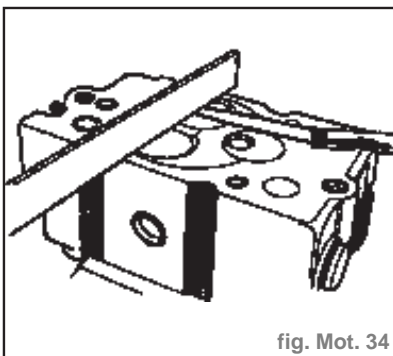

fig. Mot. 34
- Utiliser une règle de précision et une jauge d'épaisseur, pour vérifier l'abaissement de la tête de soupape (fig. Mot. 34).